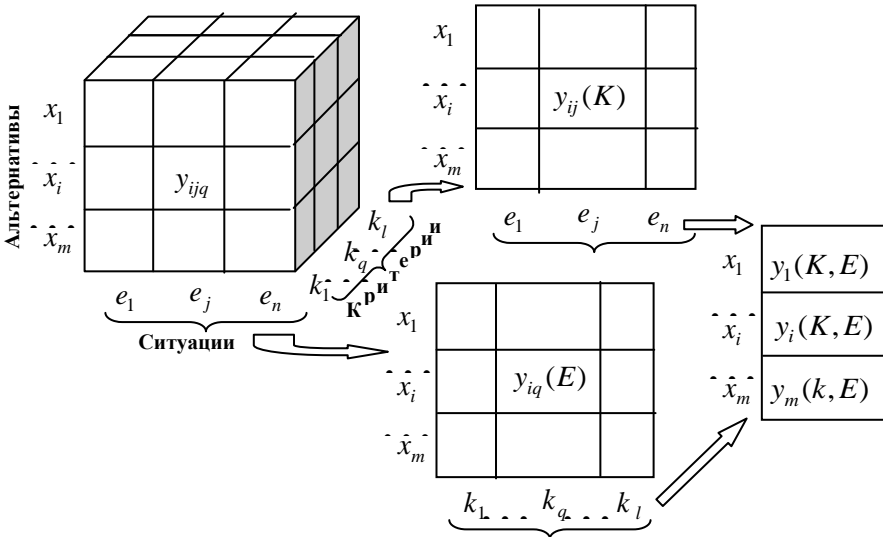

Рис.2.3 Схема получения интегральной оценки
2) по каждой альтернативе $x_i, i = \overline{1, m}$ и по каждому критерию $k_q, q = \overline{1, e}$ получают среднестатистическую оценку исходов $y(x_i, k_q)$, затем переходят к решению многокритериальной задачи ПР в условиях определенности. В целом, для построения модели интегральной оценки решений следует придерживаться следующей схемы (рис.2.3).